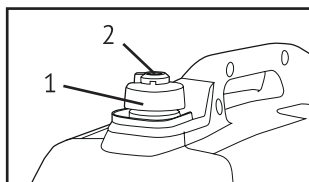

Рис. 8
- После полного охлаждения двигателя поверните воздушный клапан (2) крышки топливного бака (1) в положение «ВЫКЛ./OFF», (рис. 8).